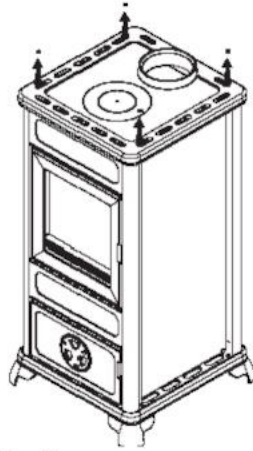

fig. 2
- Togliere il top svitando le 4 viti, come da fig. 2.